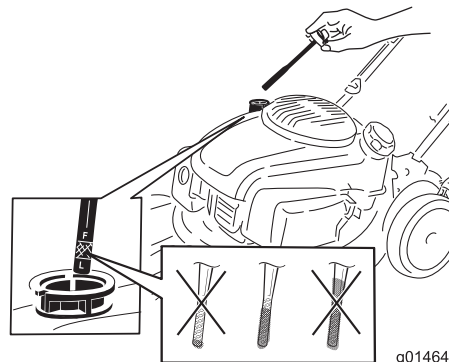

Figura 5
1. Retire la varilla (Figura 5).
2. Vierta aceite **lentamente** por el tubo de llenado hasta que el nivel de aceite llegue a la marca de Lleno de la varilla (Figura 5). **No llene demasiado.** (Capacidad máxima: 0.53 l (18 onzas), tipo: 10W-30 o SAE 30, aceite detergente con clasificación de servicio API, SJ, o superior.)
**Nota:** Cada vez que compruebe el nivel de aceite, retire la varilla y límpiela, introdúzcala en el cuello de llenado de aceite (**sin enroscarla**), luego retírela de nuevo y compruebe el nivel (Figura 5).